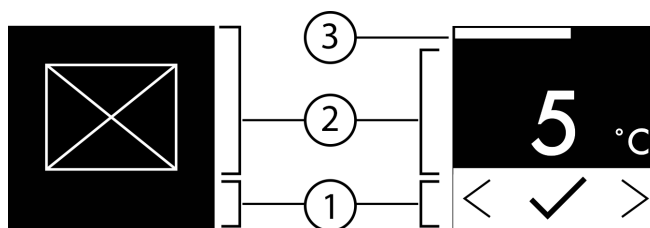

Fig. 6
- ▷ Status: geactiveerd Fig. 6 (1) wordt kort op het submenu () weergegeven.